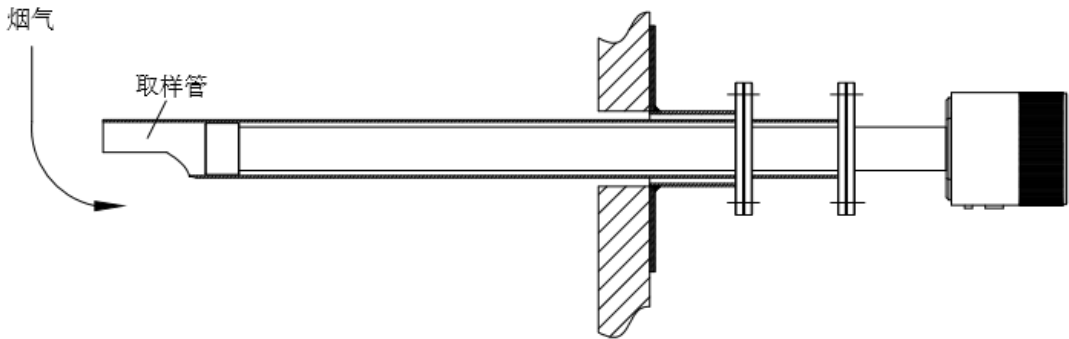

图 21 氧探头+防磨管安装
- 防磨护管的材质根据氧探头的长度有所区别。氧探头长度 800mm 以内，采用刚玉护管。氧探头长度在 800mm~1500mm，采用钼钒合金护管。应用于介质冲刷较大的工况环境。钼钒合金防磨管安装时请务必将前端的开口方向背对烟气的流向。请参阅图 21。